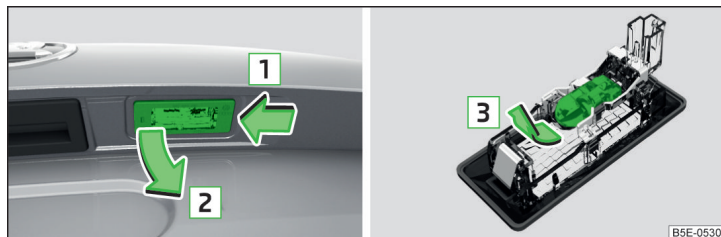

Abb. 240 Kennzeichenleuchte herausnehmen / Glühlampe wechseln
- › Die Leuchte in Pfeilrichtung **1** » Abb. 240 eindrücken, bis diese gelöst ist.